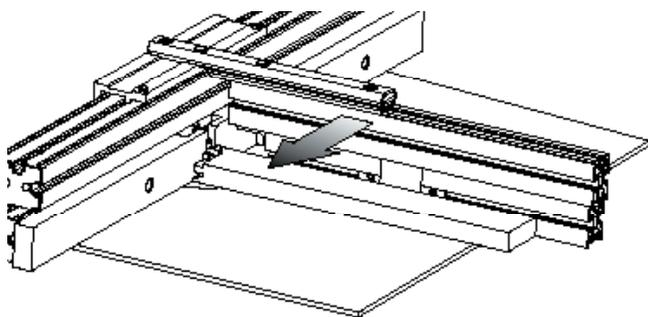

Figure 7: Usinage en bois de bout.
3. Positionnez la pièce d'essai contre le guide perpendiculaire et son extrémité contre les garnitures en bois du guide principal. Avancez la pièce d'essai sur la fraise (voir la figure 7). Vérifiez la profondeur de coupe et affinez le réglage du guide principal au besoin.